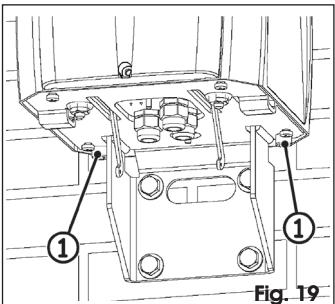

Fig. 19
7. Zet het motordeel vast met de twee achterste schroeven, Fig. 19 rif. ①..